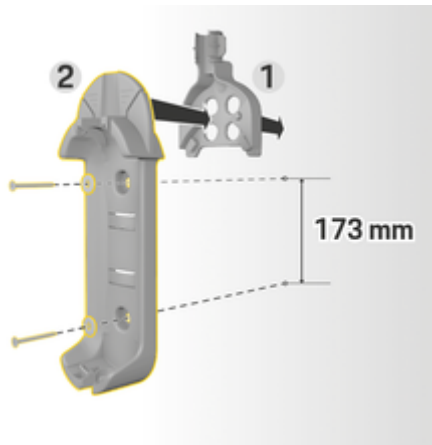

图 16 钻孔尺寸
3. 将基本壁挂支架 2 (图 16) 从前面按入电缆线路导件 1 (图 16) 中。